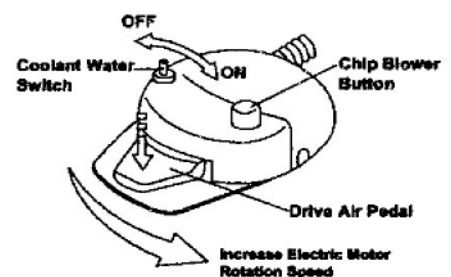

Fig.3-23 Electric Motor Foot Control (Type ST)
(2) La pédale de contrôle du micromoteur électrique type standard (Fig.3-23)